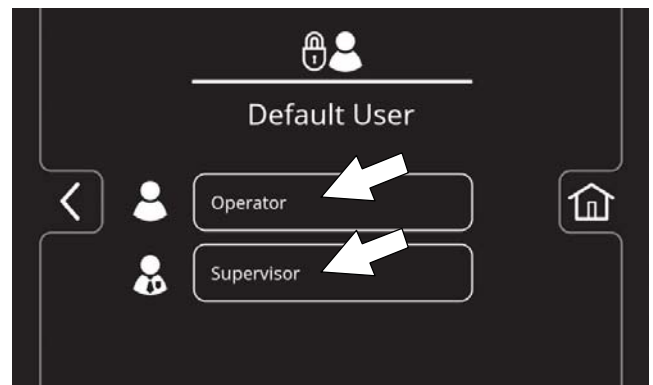

ABB. 174
6. Drücken Sie entweder die Bediener- oder die Supervisor-Taste zur Auswahl des entsprechenden Benutzerprofils als Ihr standardmäßiger Home-Bildschirm ohne Anmeldung (Abbildung 174).